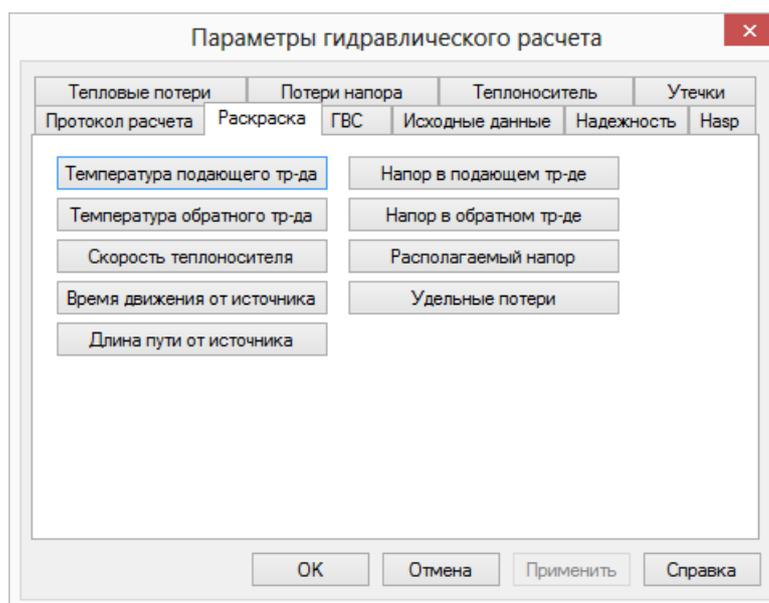

Рисунок 23.3. Настройки раскраски
4. Выбрать закладку Раскраска, (см. Рисунок 23.3, «Настройки раскраски»);